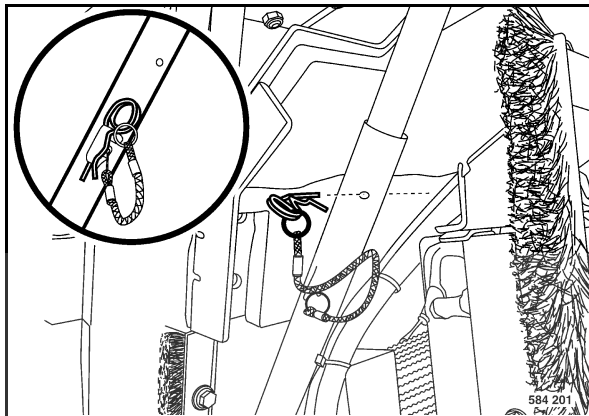

fig. 61
- Tirer l'agrafe (fig. 61) du support.